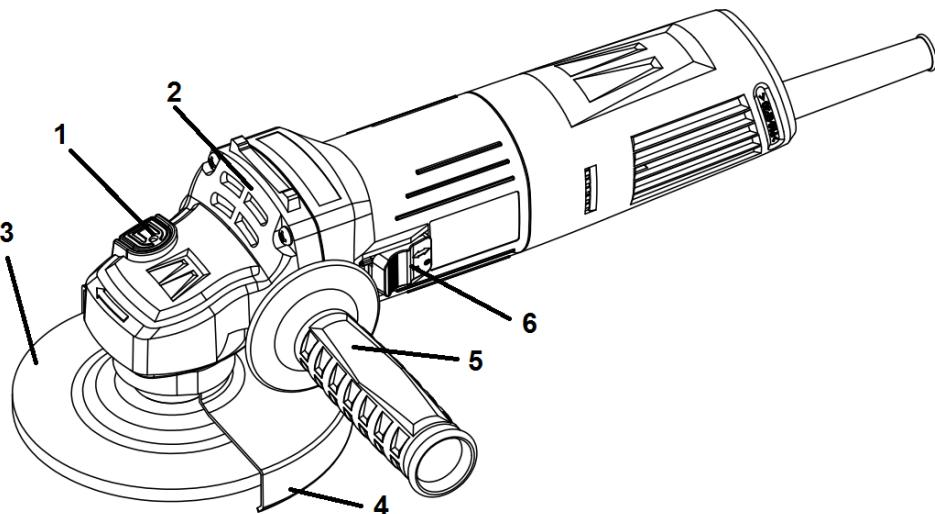

Рисунок 1
2.2.1 Конструкція виробу складається з одноступеневого редуктора з конічними шестернями в металевому корпусі (2), який приєднаний до пластикового несучого корпусу з колекторним двигуном змінного 1-фазного струму, перемикачем (6), мережевим шнуром живлення згідно з рис.1. Вихідний вал редуктора розташований перпендикулярно вісі двигуна і є робочим шпинделем для приєднання змінних насадок (абразивних дисків) (3) з фіксацією затискою гайкою або накрученими на шпиндель. На металевому корпусі (2) виконані нарізні монтажні отвори для встановлення передньої рукоятки (5), та хомутовим з'єднанням закріплений захисний кожух (4) з можливістю фіксованого позиціонування по колу. Для фіксації шпинделя під час зміни дисків (3) в корпусі редуктора (2) передбачений кнопковий фіксатор (1). Електрична частина виробу складається з колекторного однофазного електродвигуна змінного струму, вимикача електроструму, регулятора швидкості, з'єднувальних проводів і мережевого шнура. Захист від ураження електричним струмом користувача у виробу відповідає класу II за ДСТУ EN 61140:2015.